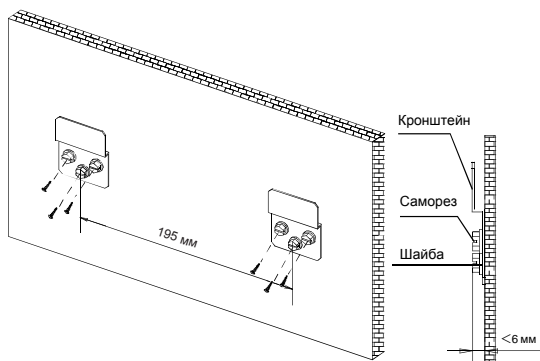

Рис. 5-5
- Закрепить с помощью саморезов кронштейн на стене, способной выдержать вес внутреннего блока (см. рис. 5-5).